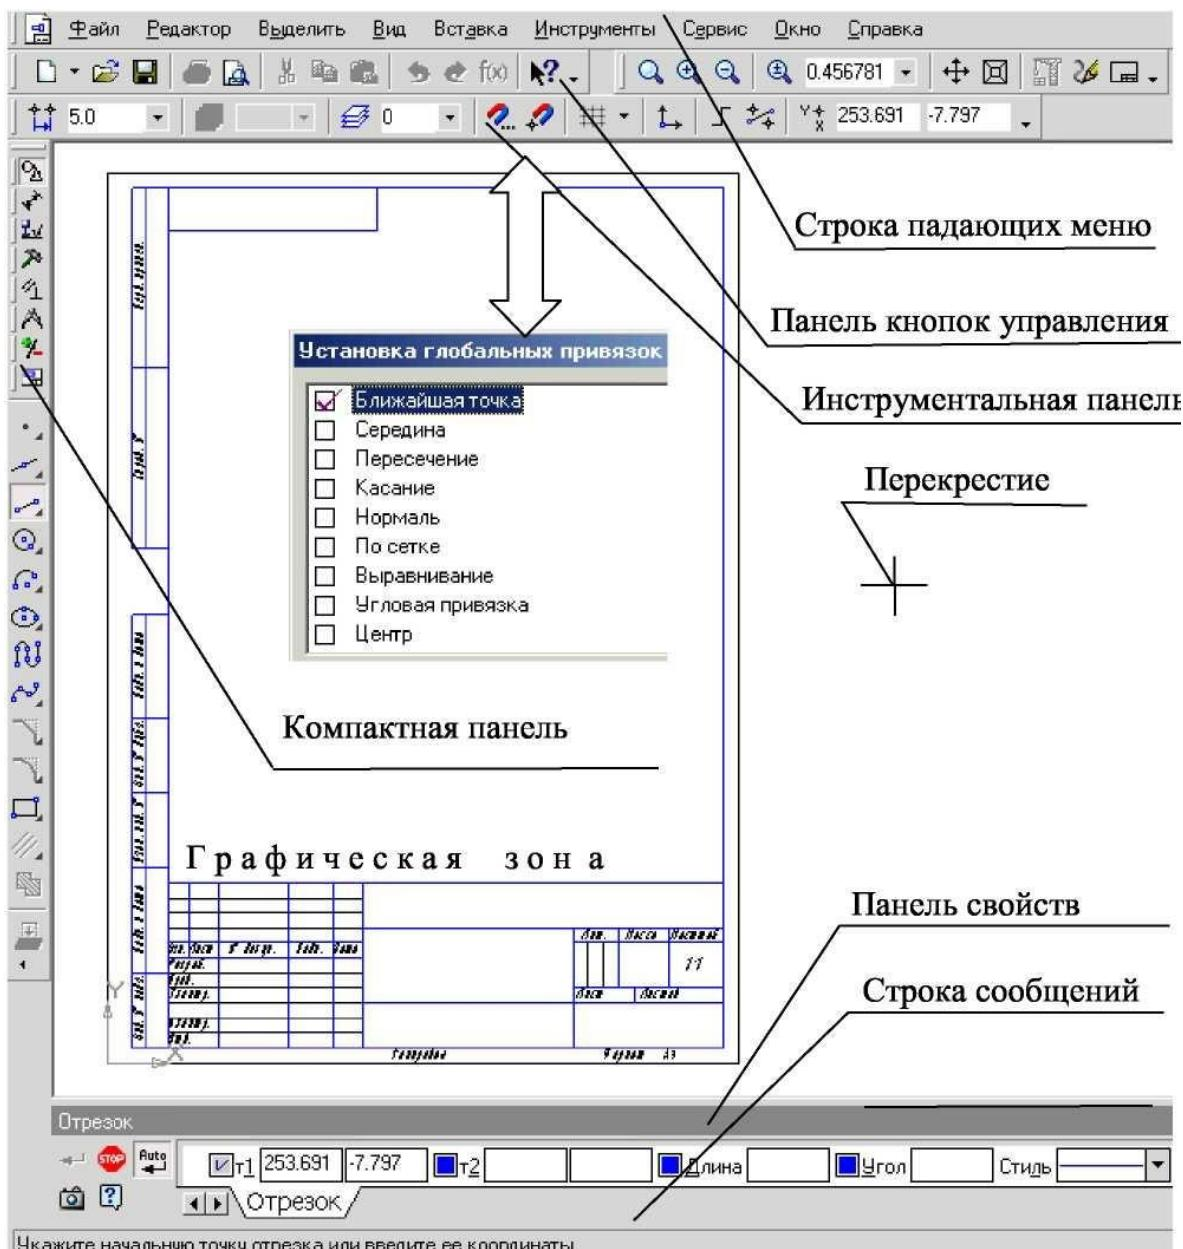

Рис. 1.6. - Рабочее окно при вызове документа Чертеж
1. **Чертеж** - основной тип графического документа в системе КОМПАС. Чертеж содержит графическое изображение изделия в одном или нескольких видах, основную надпись, рамку и всегда содержит один лист заданного пользователем формата (рис. 1.6). Файл чертежа имеет расширение **.cdw**.